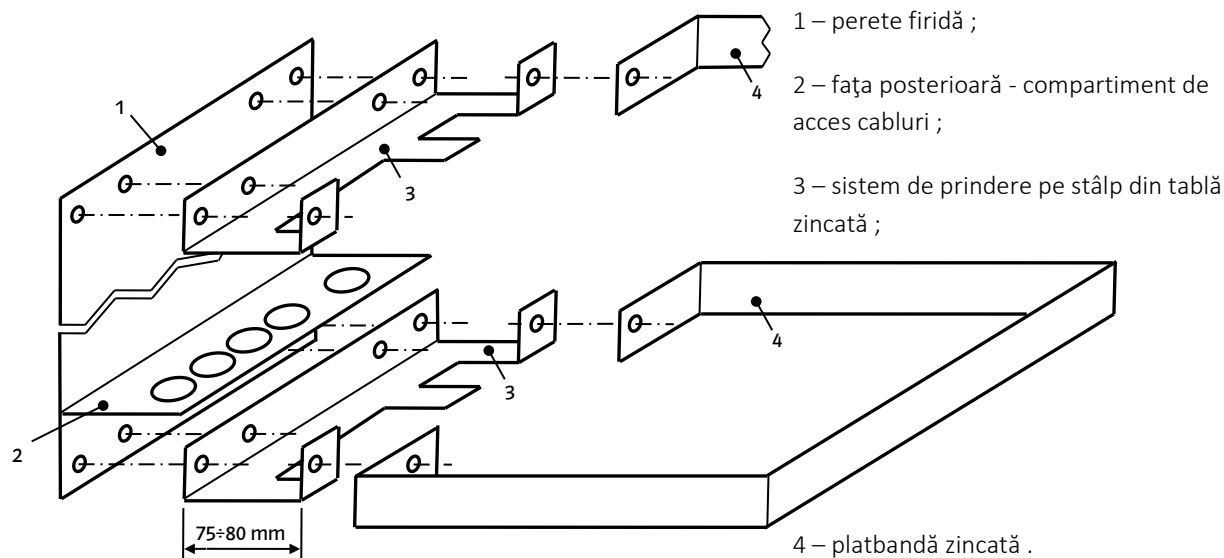

Fig. 1 Sistem de fixare al cutiei de măsurare – model orientativ
- La montarea pe stâlpi: se va respecta desenul orientativ din fig. 1. din prezenta specificație tehnică, bucățile de platbandă zincată (reperate : 4) vor fi achiziționate de către constructori și nu intră în echiparea standard ;
Notă : Reperele 4 din fig. 1 sunt prezentate pentru stâlpi vibrați. Pentru stâlpi centrifugați reperele 4 vor avea secțiune circulară .